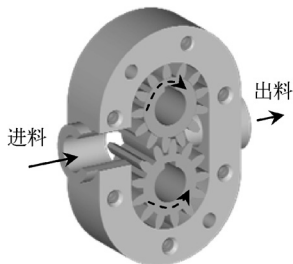

图 4-166 齿轮泵结构示意图
- **齿轮泵：**通过齿轮啮合所产生的工作空间容积变化来传送液体的机械设备，如图 4-166 所示，其原理与螺杆泵类似，同样具有较高的扬程。